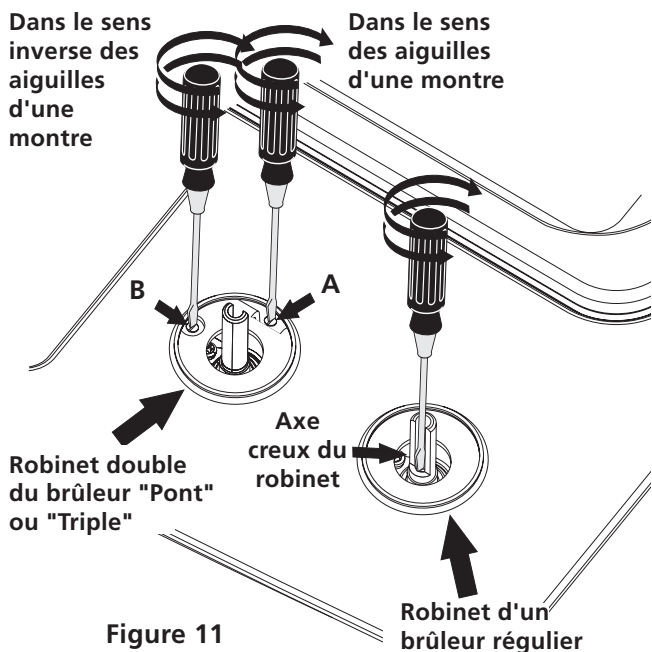

Figure 11
10.4 Réglage de la position "LOW" des robinets des brûleurs de surface réguliers (Figure 11)
10.5 Réglage de la position "LOW" du robinet double des brûleurs "Pont" ou "Triple" (certains modèles) (Figure 11)